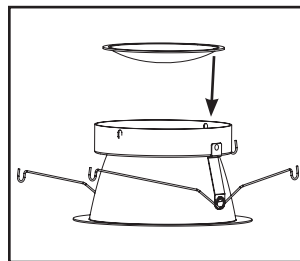

Figure 29.
1. Insérez la lentille dans le réflecteur de façon à ce que la face de la partie concave soit vers le bas (Figure 29).